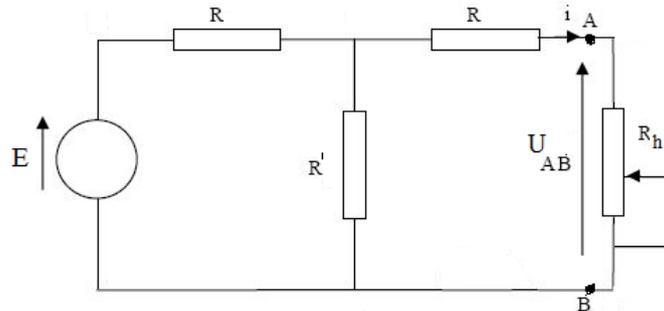

FIGURE 3 – Montage complexe à simplifier
- 1) Câbler le montage de la figure 3.